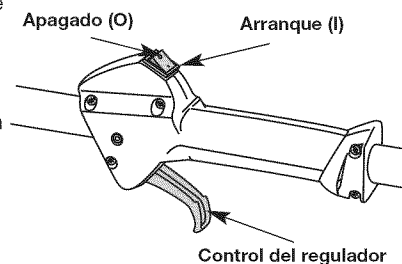

Fig. 9
NOTA: No hay necesidad de arrancar la unidad. El control de Encendido/ Apagado está en la posición ENCENDIDO (I) en todo momento (Fig. 9).
2. Coloque el control de encendido y apagado en posición de APAGADO (O) (Fig. 9).
- NOTA:** No hay necesidad de arrancar la unidad. El control de Encendido/ Apagado está en la posición ENCENDIDO (I) en todo momento (Fig. 9).
- Coloque el control de encendido y apagado en posición de APAGADO (O) (Fig. 9).